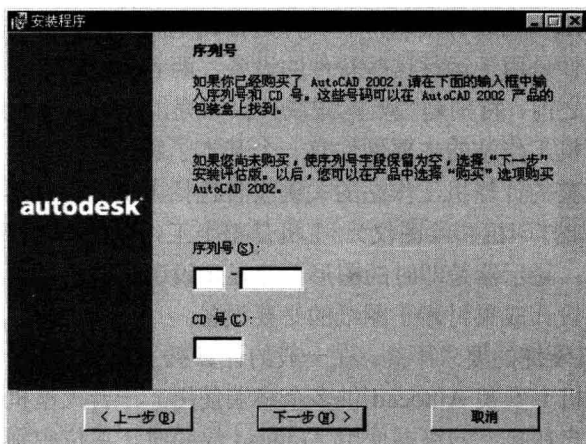
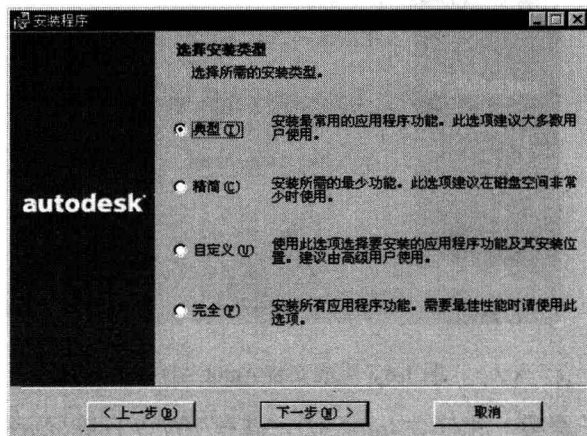

图 1-3 输入产品序列号
图 1-4 选择安装类型
2. 输入 AutoCAD 2002 产品序列号,如图 1-3 所示。
用户购买每一份软件都会得到软件销售商提供的一个产品序列号,只有在图 1-3 所示的对话框里输入正在安装的软件的序列号,才可以继续下一步的安装步骤。现在在文本输入框里输入软件的产品序列号,单击【下一步】按钮,进入安装向导的第三步。如图 1-4 所示。